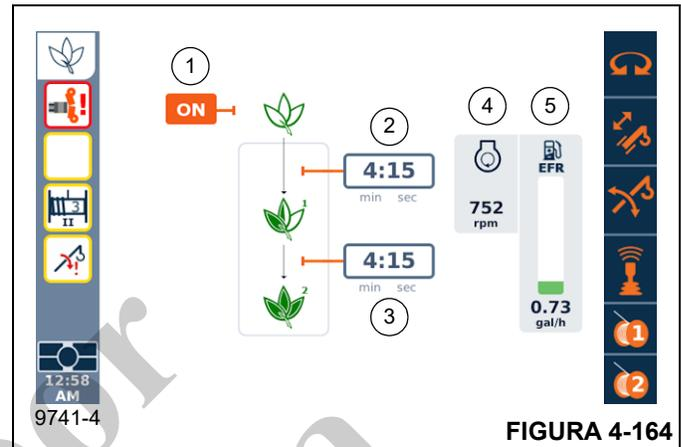
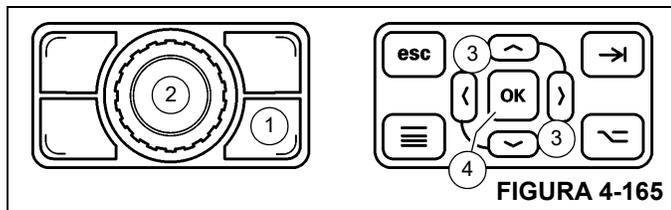

FIGURA 4-164
FIGURA 4-165
La pantalla de la función del modo ECO (Figura 4-164) permite al operador activar o desactivar la función de modo ECO. La pantalla de funciones también permite al operador especificar los períodos de inactividad de la función de la
El icono de encendido/apagado (1, Figura 4-164) se utiliza para activar o desactivar la función del modo ECO.
- La velocidad del motor disminuirá automáticamente a la velocidad de ralentí de 1200 rpm después de que todas las funciones de la grúa se hayan detenido (palancas de control en posición neutral) y el período que se especificó en el ajuste de retardo de tiempo de velocidad de ralentí 1 (2, Figura 4-164) haya pasado.
- La velocidad del motor disminuirá automáticamente a la velocidad de ralentí de 750 rpm después de que todas las funciones de la grúa se hayan detenido y el período que se especificó en el ajuste de retardo de tiempo de velocidad de ralentí 2 (3, Figura 4-164) haya pasado.
1. Oprima el botón de cambio de pantalla (1, Figura 4-165) en el cuadrante selector para seleccionar el control de pantalla del ODM. Use el cuadrante selector (2, Figura 4-165) para seleccionar uno de los campos de número de retardo de tiempo (el cuadro alrededor del número se tornará naranja, Figura 4-164) y luego oprima el cuadrante selector (2) (el número se pondrá blanco con un fondo naranja).
Use los botones de flecha (3, Figura 4-165) en el panel de control de navegación en el ODM para seleccionar uno de los campos de número de retardo de tiempo (el cuadro alrededor del número se tornará naranja, Figura 4-164) y luego oprima el botón OK (4) (el número se pondrá blanco con un fondo naranja).